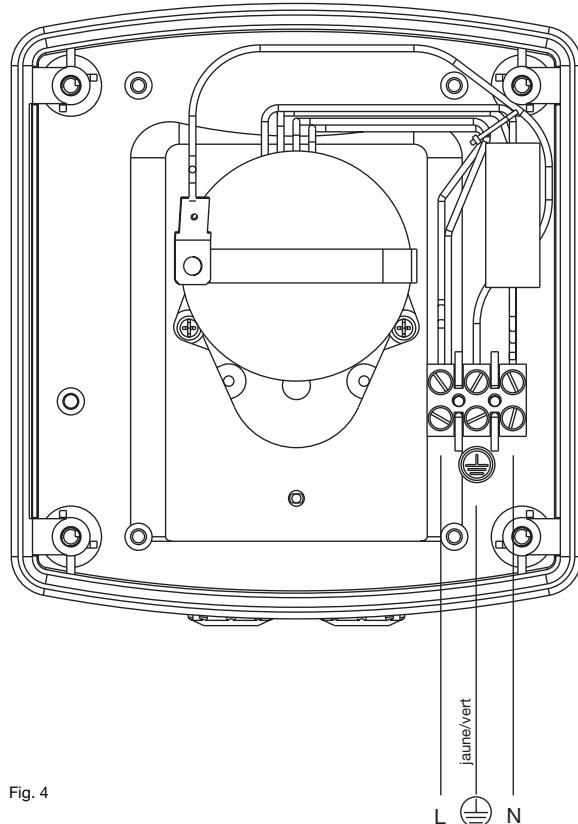

Fig. 4
- branchez le câble de secteur comme indiqué en fig. 4 (branchement de la terre indispensable).